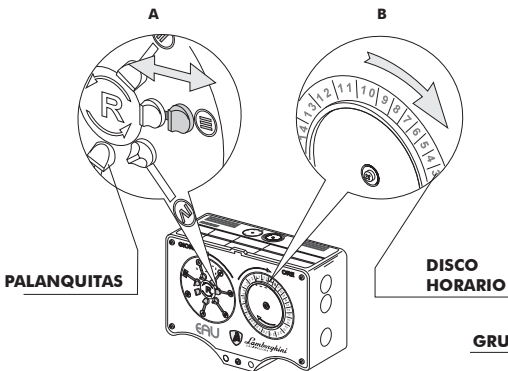

Fig.3
- En segundo lugar hay que preajustar en el PROGRAMADOR las frecuencias de la regeneración, en base a la capacidad cíclica del descalcificador. Esta operación se obtiene desplazando la palanquita hacia el centro del indicador semanal ya que de esta manera se seleccionan los días de la semana en los que tiene lugar la regeneración (ver fig.3 pos.A).
- La tercera operación es la de girar en el PROGRAMADOR el indicador diario (Disco horario) seleccionando la hora solar. Por lo que respecta a la hora de regeneración ésta tiene lugar automáticamente a las tres de la mañana (ver fig.3 pos.B).
cada vez que se desee tener una regeneración suplementaria a las ya programadas, hay que mover el indicador diario en el sentido de las agujas del reloj mirando de frente el programador (ver fig.3 pag.48 pos.B).